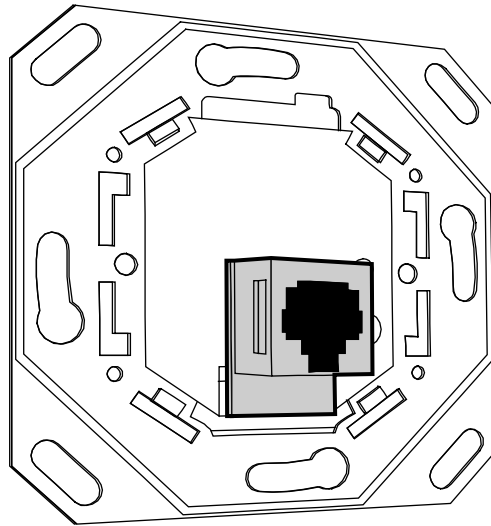

Рис. 1. Правильное подключение разъема ВТІ к шинному соединителю ВСU.
7. К шинному соединителю подключите разъем, входящий в комплект поставки модуля INT-KNX (см.: рис. 1).